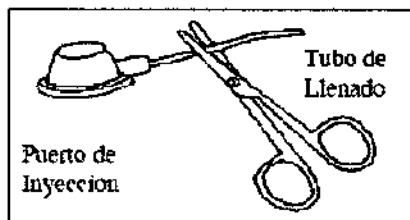

Figura 2
3. Corte el tubo de llenado cerca del reservorio para inyección para facilitar la inserción del tapón (figura 2)